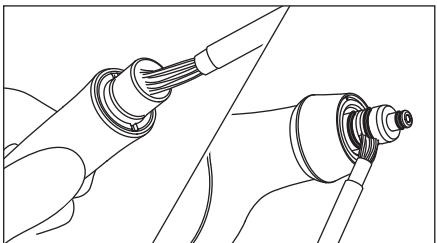

Abb. 11
- 1) Unter Gebrauch der mitgelieferten Reinigungsbürste die Innenseite des Handstückanschlusses und den Bereich der O-Ringe am Pulverbehälter gründlich reinigen. (Abb. 11)